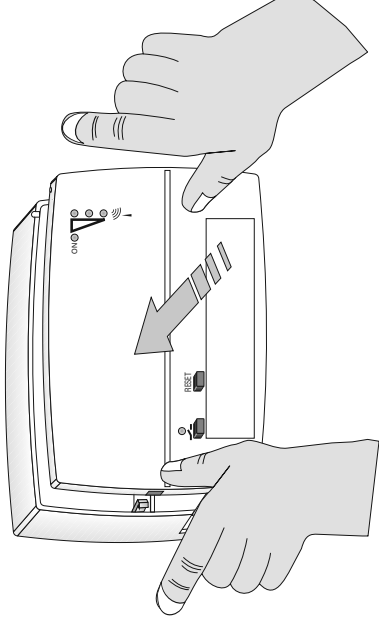
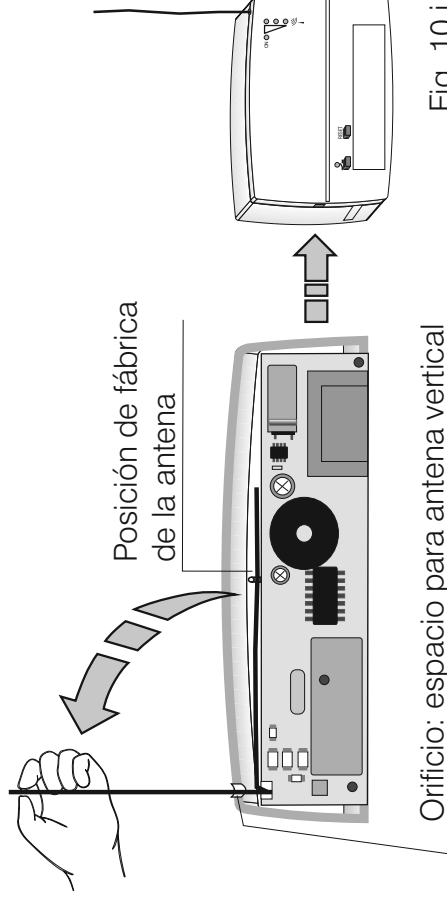

Fig. 9.i
Fig. 10.i
- Hacerlo pasar por el pequeño orificio (fig. 10.i)
- Cerrar cuidadosamente el receptor (fig. 9.i - fig.10.i).